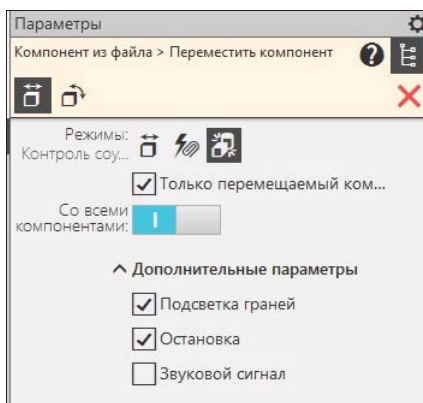

Рис. 25.24. Панель Параметры: Переместить компонент
- ◆ нажмите кнопку **Контроль соударений** — на панели **Параметры: Переместить компонент** (рис. 25.24) в группе **Дополнительные параметры** появились следующие элементы: